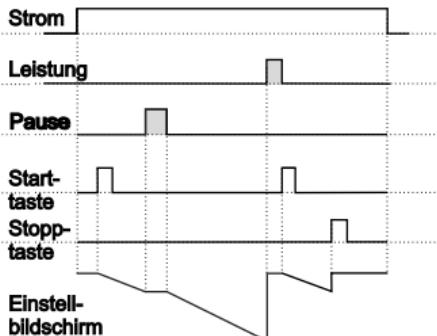

Abbildung 1.2
1.1.2 Wenn Abwärtszählen **DECt** = 1 und **butF oFF** ist, wird das Regelschema in Abbildung 1.2 gezeigt.